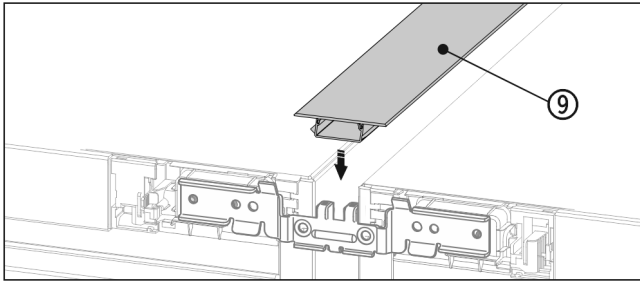

Fig. 21
- ▶ Na hornej strane zatlačte do medzery krátku kryciu lištu Fig. 21 (9).